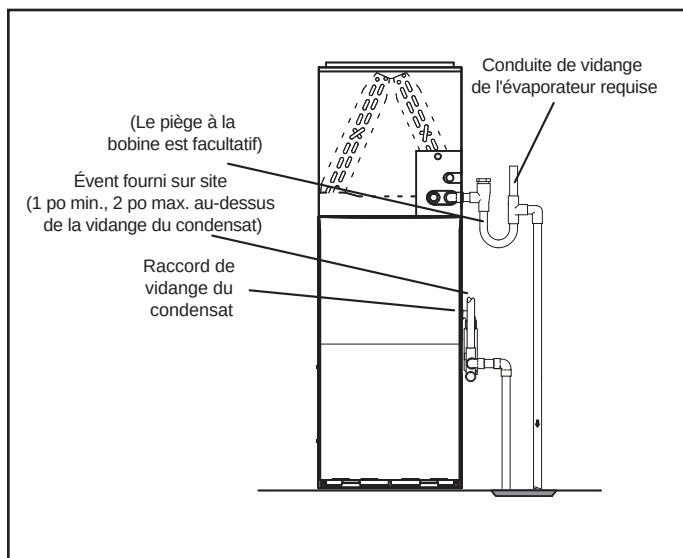
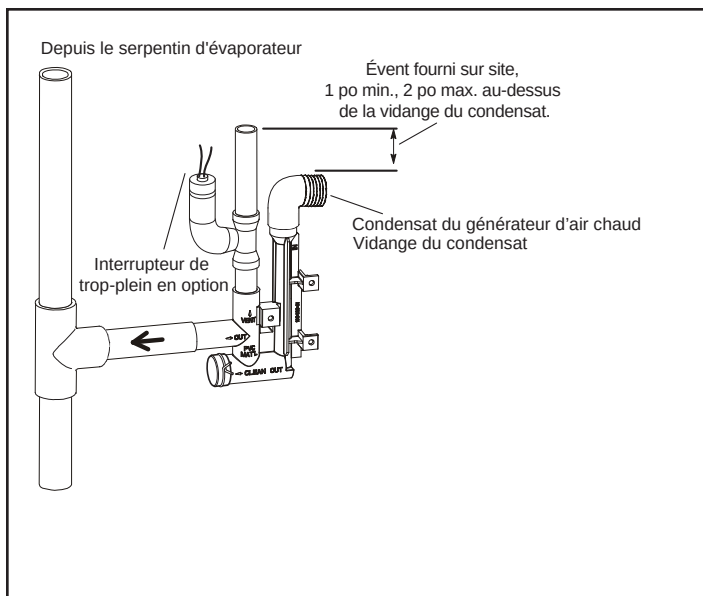

Figure 38. Générateur d'air chaud avec serpentin d'évaporateur utilisant un drain séparé
Figure 40. Purgeur de condensat avec interrupteur de trop-plein
5. Les Figures 38 et 39 montrent le générateur d'air chaud et le serpentin d'évaporateur utilisant un drain séparé. Si nécessaire, la conduite de condensat du générateur d'air chaud et du serpentin d'évaporateur peuvent vidanger ensemble. Voyez les Figures 40 et 42.
Générateur d'air chaud à ventilation ascendante (Figure 38) - Dans les applications à ventilation ascendante, l'évent fourni sur le site doit être à une distance minimale de 1 po et maximale de 2 po au-dessus du raccord de sortie de la vidange du condensat. Toute distance supérieure à 2 po peut entraîner l'inondation de l'échangeur de chaleur si la conduite de vidange principale combinée était obstruée.